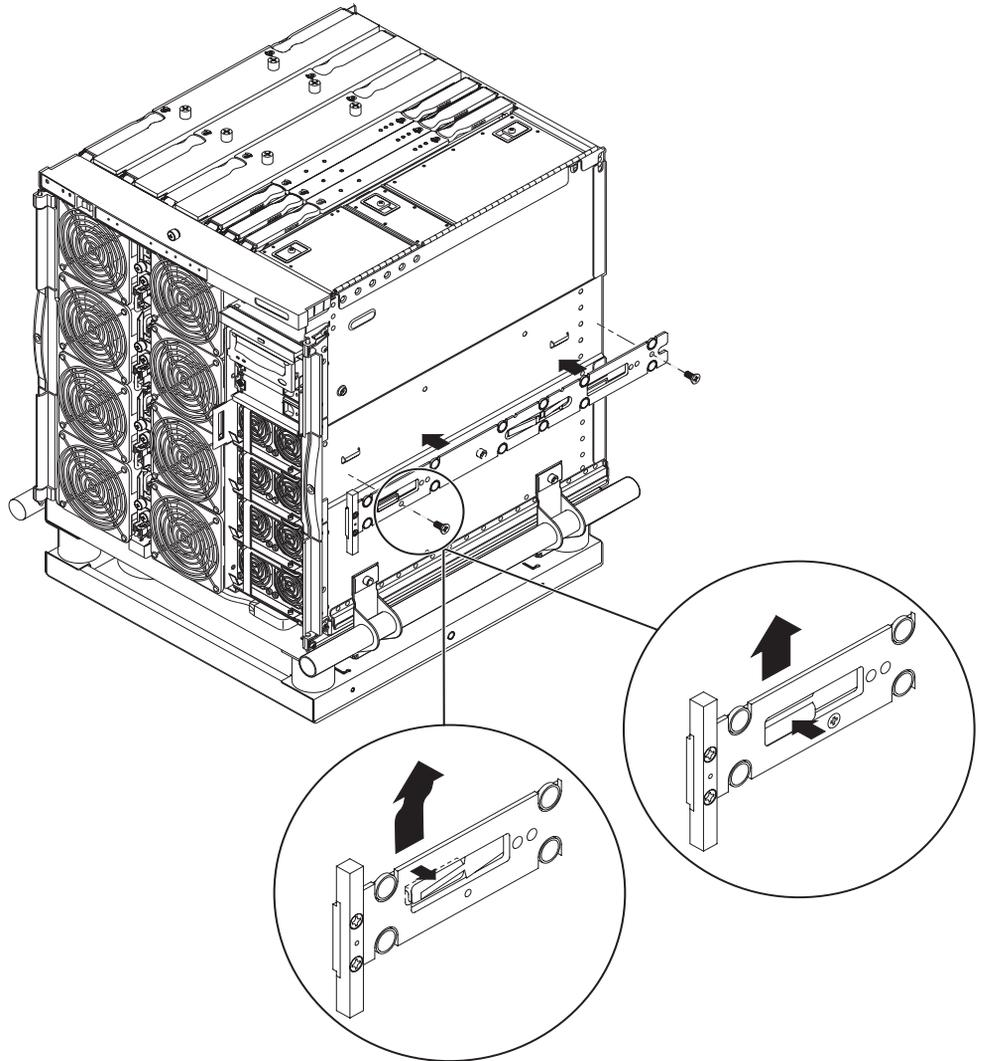

FIGURE 1-4 Attaches à ressort et ouvertures
2. Poussez vers le haut le rail interne de sorte que l'onglet de placement, situé sur le côté du serveur, rentre dans les ouvertures du rail (voir FIGURE 1-4).